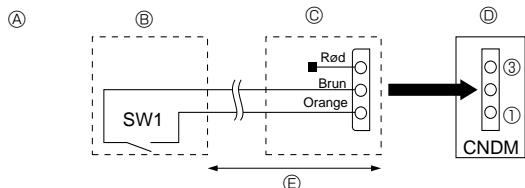

Fig. 9-1
- ④ Tryk på knappen **TEST** i 3 sekunder eller længere, eller tryk på knappen **ON/OFF** for at annullere registreringsfunktionen til kølemiddellækage (opstartsindlæringskørsel).
9.1. Low noise modus (ændring på stedet) (Fig. 9-1)